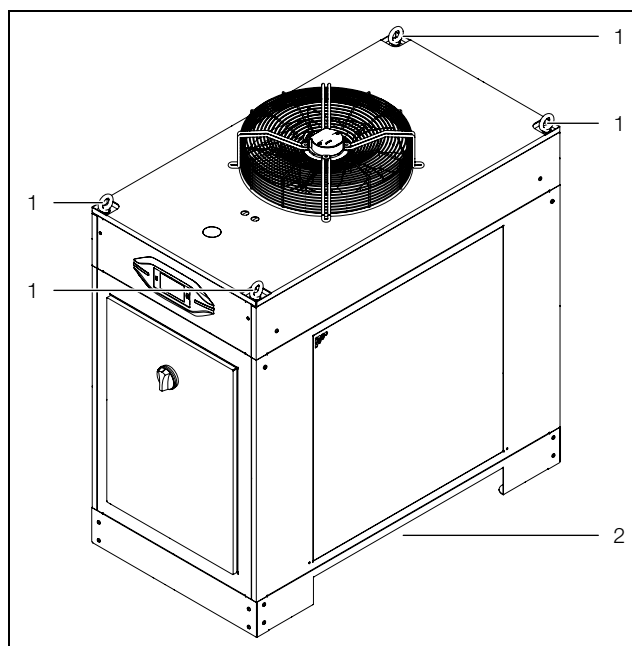

Imagen 15: Transporte (la imagen muestra, a modo de ejemplo, la ejecución SK 333640x)
- mediante los cáncamos de transporte con la ayuda de un elevador (imagen 15, pos. 1) o
- con la ayuda de una carretilla elevadora, introduciéndola por la parte inferior y levantando lateralmente (imagen 15, pos. 2).
Legenda imagen 15